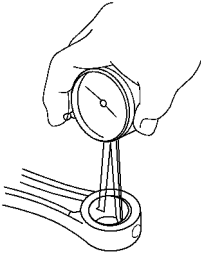

图 1-127 测量连杆小端衬套内径
①使用测径规测量连杆小端衬套的内径，如图 1-127 所示。